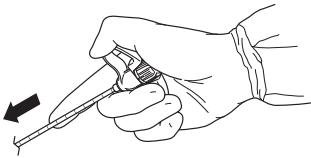

Figura 1: Inserte el conjunto de cánula de acceso/estilete
2. Bajo guía fluoroscópica, inserte el conjunto de cánula de acceso/estilete en el sitio quirúrgico (figura 1).